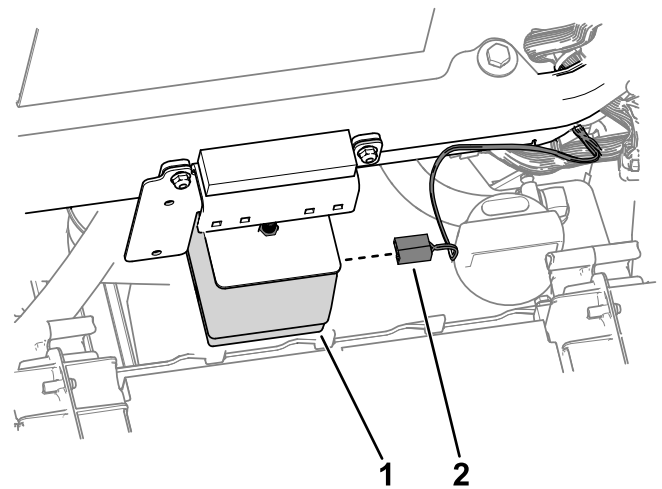

Figure 29
5. Acheminez le connecteur du faisceau étiqueté HORN (P13) jusqu'à l'avertisseur sonore. Connectez le faisceau à l'avertisseur sonore (Figure 29).